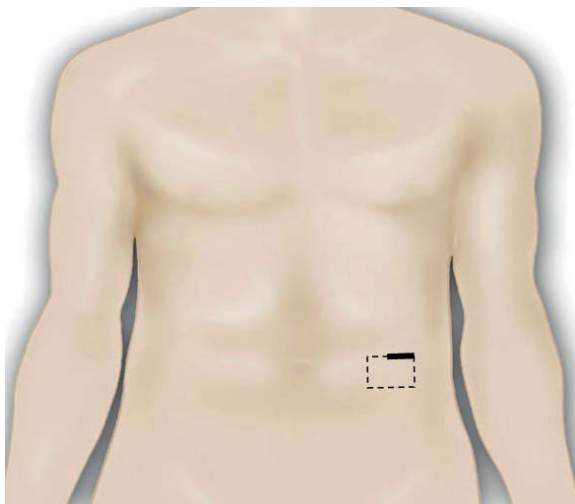

Figure 7 Incision de la peau (ligne pleine) et poche sous-cutanée pour le GII (ligne pointillée)
Déterminez le site opératoire pour l'implantation du GII. Discutez avec le patient afin que la position de l'appareil et de la cicatrice soit la plus confortable en ce qui concerne le sommeil, la posture et la visibilité. Il est recommandé de réaliser une incision horizontale de 4,0 cm au niveau du bord supérieur de l'ombilic (Figure 7). Démarquez le site opératoire avant de nettoyer et de préparer le patient pour l'intervention.
2. Incisez la peau le long de la marque tracée plus tôt (Figure 7).